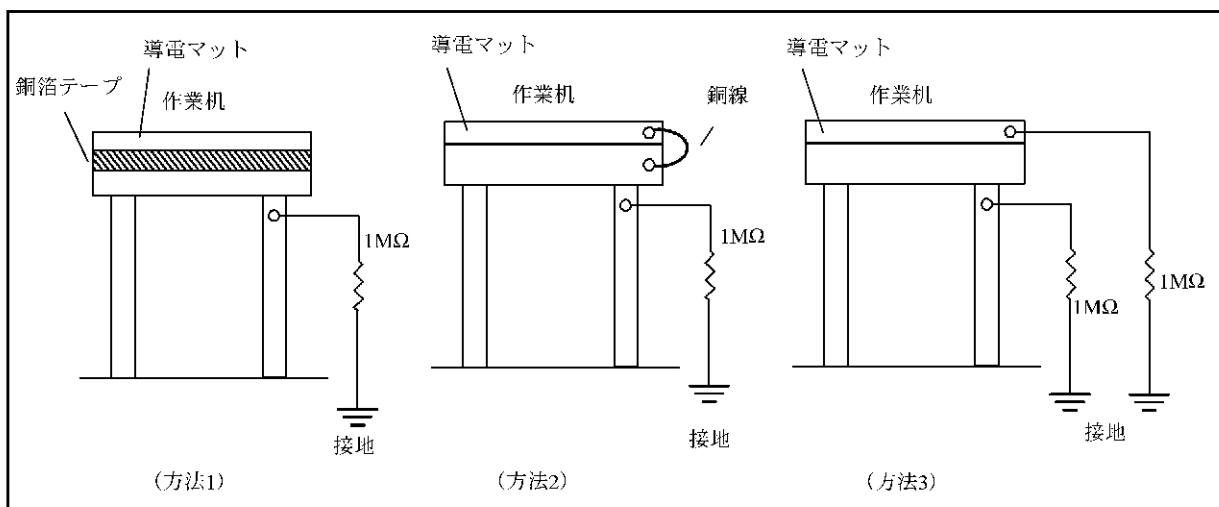

図 1-5 作業台の静電気対策
- 作業台： 導電マットの設置、および接地 (図 1-5 を参照)